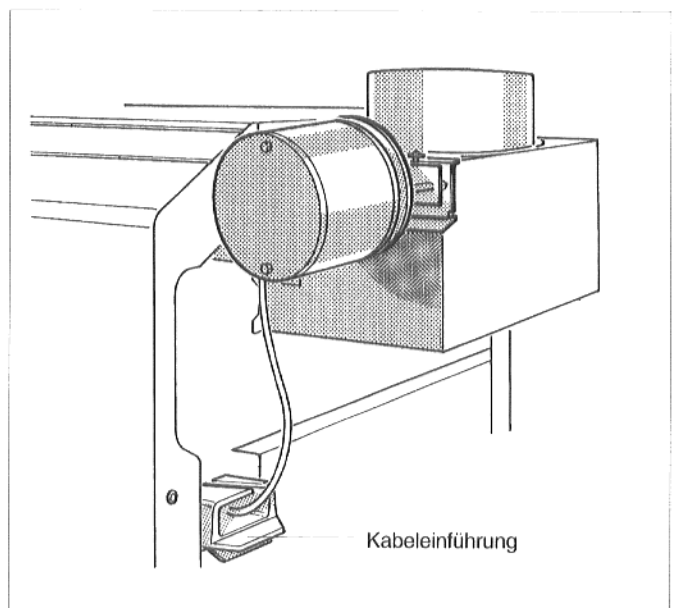

Abb. 10
17. Anschlußleitung von hinten durch die Kabeleinführung im Kabelkanal zum Regelgerät führen und Anschluß nach Schaltplan an der Steckverbindung herstellen (Abb. 10).